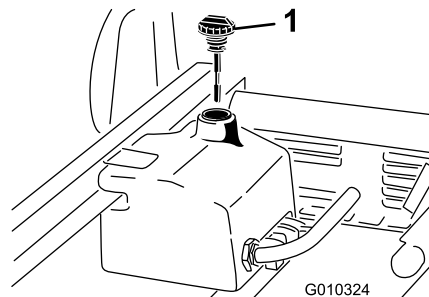

Figura 20
- Limpe a zona em redor do tubo de enchimento e da tampa do depósito de fluido hidráulico (Figura 20).
- Retire a vareta (Figura 20) do tubo de enchimento e limpe-a com um pano limpo.